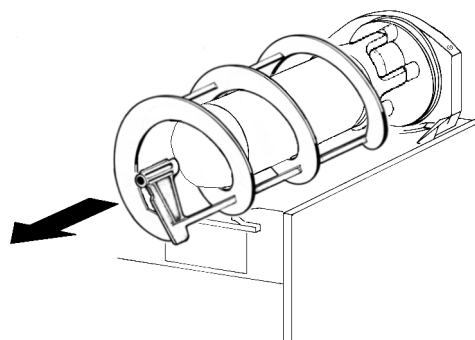
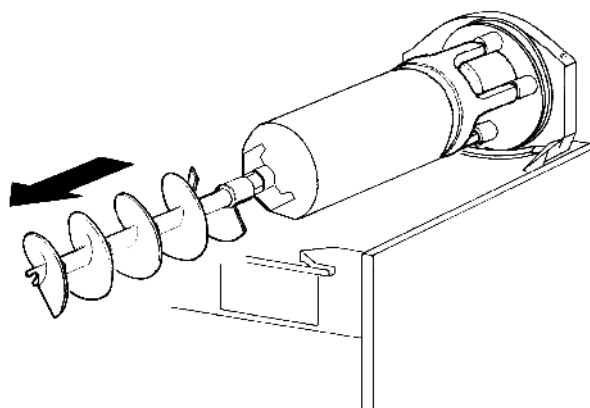

figura 7
figura 8
- 3 - Desenfilear del evaporador el rascador exterior (ver figura 7) y después el rascador interior . Remover frecuentemente la guarnición posterior apretandola hasta que nose pierda l'efecto ventosa.(ver figura 8)